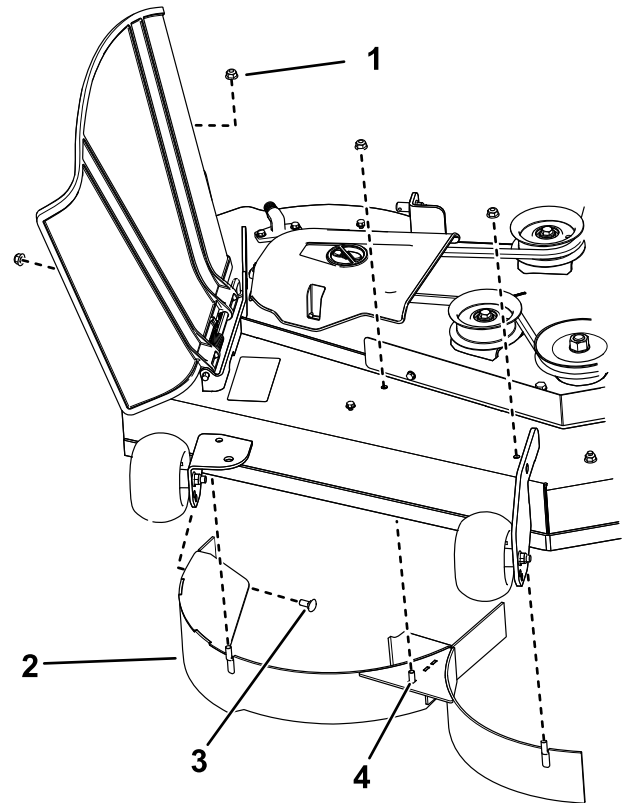

**Figura 12**
4. Retire las 2 contratuercas (5/16") de los espárragos soldados del deflector (Figura 12).
5. Retire los 2 pernos de cuello cuadrado y las 2 contratuercas que fijan el deflector a la carcasa y retire el deflector (Figura 12).
6. Localice los 2 pernos en las piezas sueltas y utilice las contratuercas existentes para instalar estas fijaciones en los taladros utilizados para los espárragos soldados (Figura 12) para evitar que se arrojen residuos al aire.